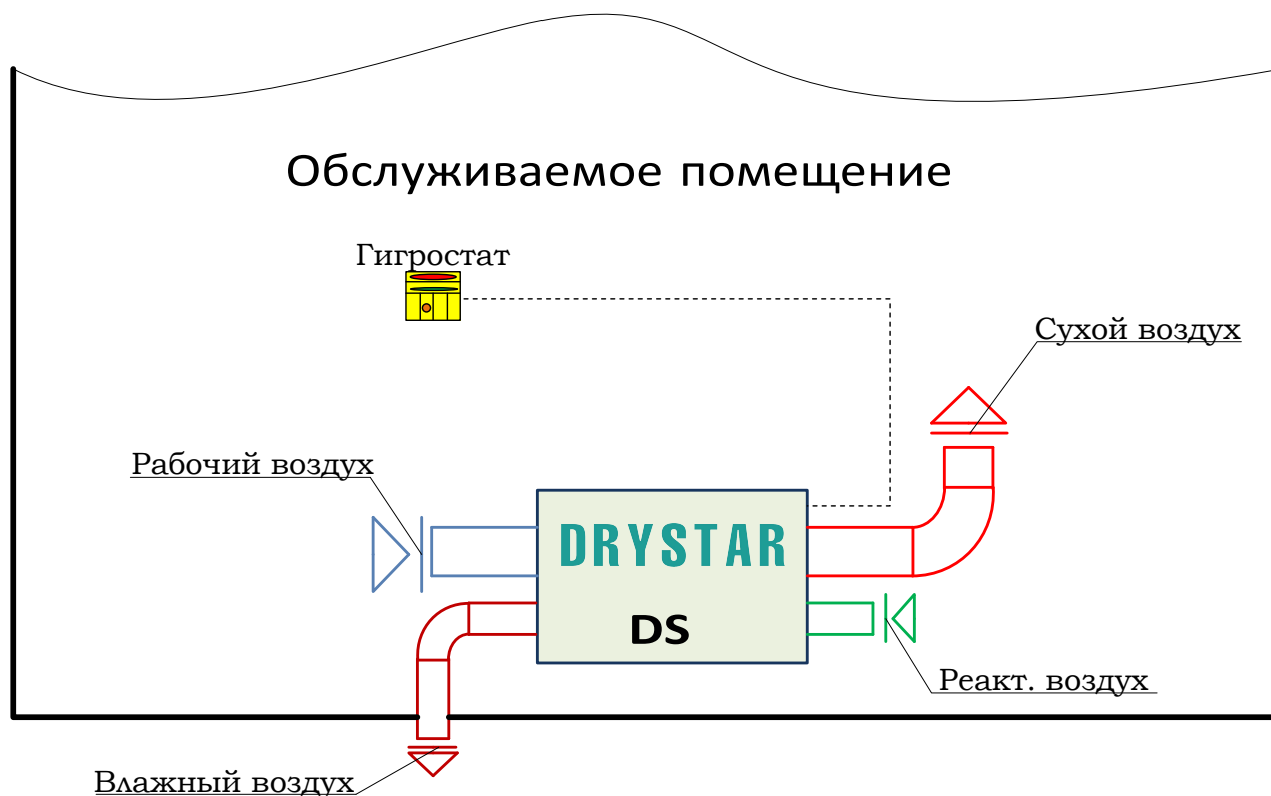

Рисунок 4.7 – Работа осушителя в режиме «сушки» (внутреннее исполнение)
- ✓ работа осушителя по «закрытой» схеме в режиме «сушки» – см. рисунок 4.7.